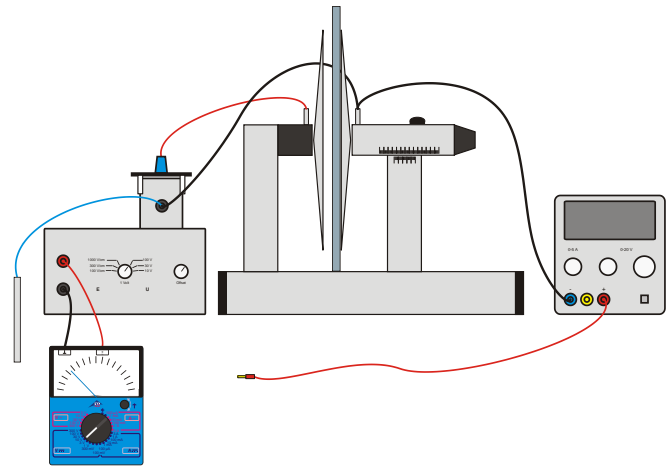

Fig. 2: Montagem da experiência.
- Montar a experiência conforme mostrado na Fig. 2.